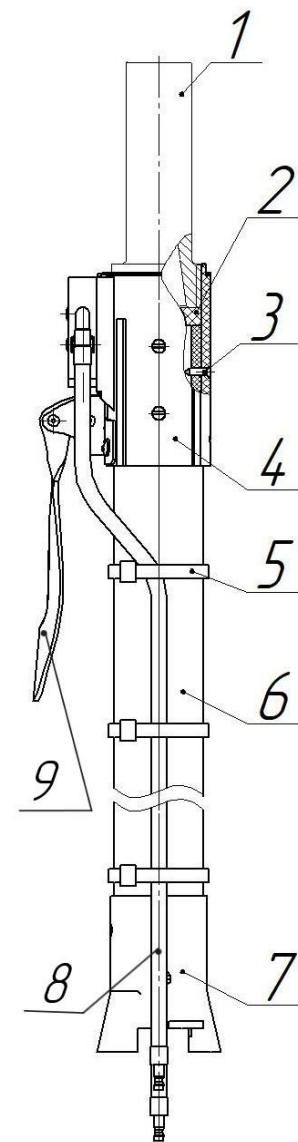
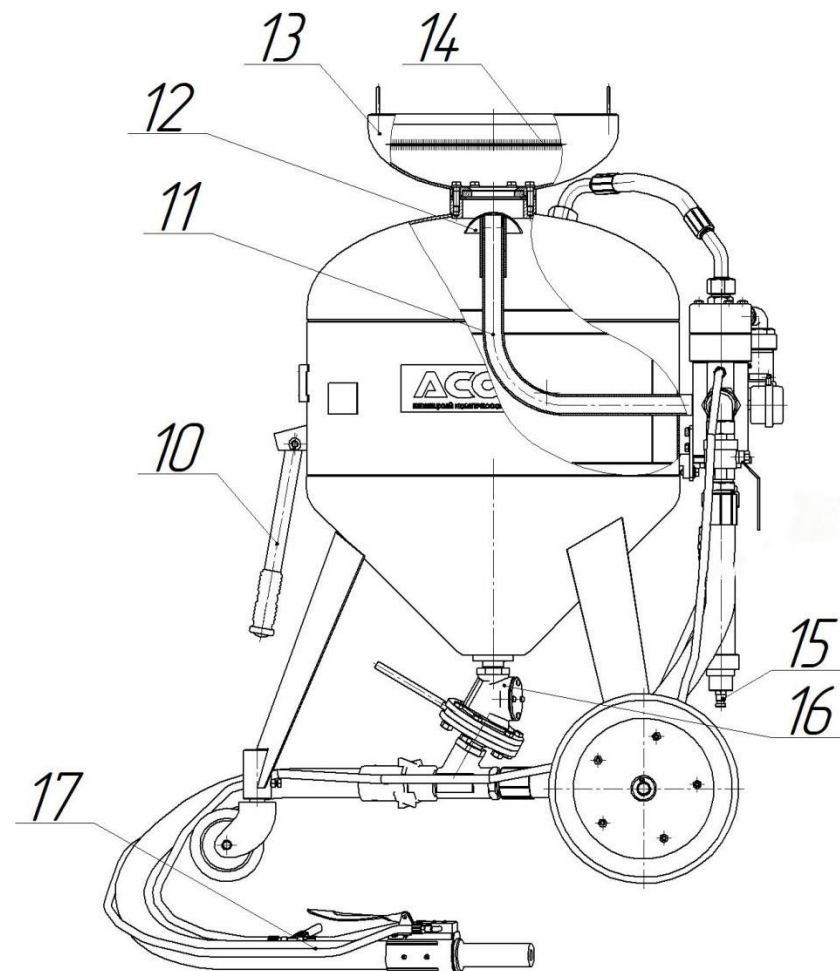
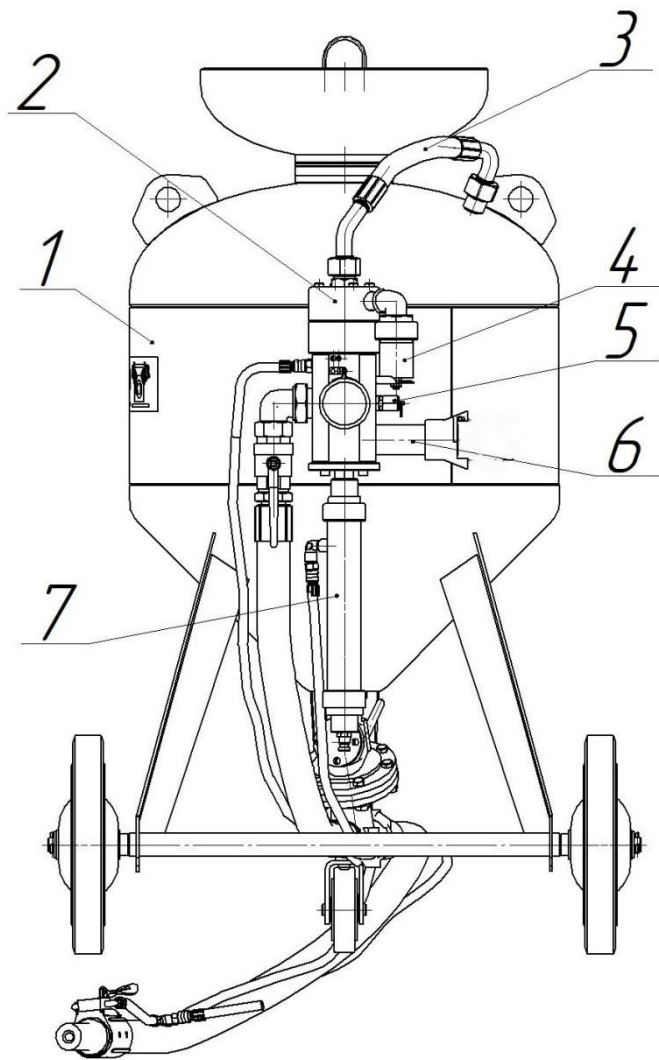

Рисунок 4. Напорный рукав Dy25 \ Dy32.
Рисунок 2. Аппарат струйной очистки АСО-150М.
Рисунок 1. Аппарат струйной очистки АСО-150М.
3.1 Аппарат, (рис.1, 2) состоит из следующих основных узлов: ресивер 1, загрузочный бункер 13, блок управления 2, дозатор 16, рукав напорный 17,.
4.1 Аппарат, (рис.1, 2) представляет собой устройство, состоящее из ресивера 1, образующего рабочую камеру аппарата, загрузочного бункера 13 с сеткой 14, дозатора абразива 16, напорного рукава 17 и блока управления 2, обеспечивающего функциональное назначение аппарата.
ВНИМАНИЕ: Ежедневно, по окончании работы, необходимо слить воду из фильтра очистки воздуха 7 (рис. 1,2) через пробку сливную 15, находящийся на днище фильтра.
- 6.10 При незагруженном ресивере подать сжатый воздух в аппарат через патрубок 6 (рис.1), нажимая на ручку 9 (рис.4) пневмораспределителя 10. Убедиться в надежном срабатывании поршней блока управления, клапана загрузки, герметичности соединений рукавов и трубопроводов.
- 6.11 Отпустить ручку 9 (рис.4) и убедиться, что сжатый воздух из ресивера стравился в атмосферу через глушитель 4 (рис.1) и загрузочный клапан 12 (рис.2) опустился вниз, освободив загрузочное отверстие.
7.2 Рычагом дозатора 16 (рис.2) отрегулировать количество подаваемого абразива. Перемещение рычага «влево» - увеличивает подачу абразива, «вправо» - уменьшает подачу.